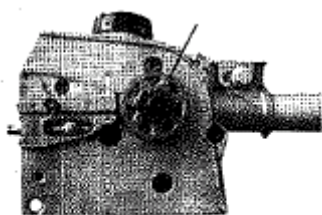

Imagen 36
- Quite la cobertura del piñón y revísela por si tiene demasiada suciedad, restos acumulados o está desgastada. Quite la barra guía y limpie su ranura. Si el piñón está demasiado desgastado, cámbielo por uno nuevo. Ver Imagen 36.